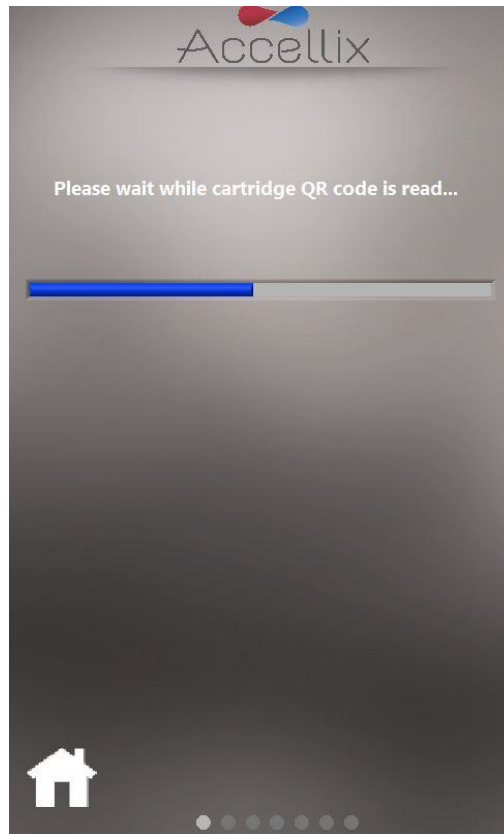

Figure 36 : écran Lecture du code QR de la cartouche
5. L'écran demande à l'opérateur de patienter pendant que l'instrument lit et enregistre les informations contenues dans le code QR de la cartouche (Figure 36).